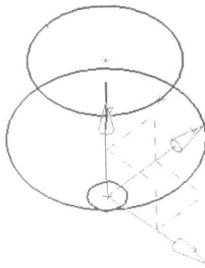

图1-27
5. 在高度为“100”处绘制半径为“39”的圆，圆心落在 zc 轴上，结果如图 1-27 所示。